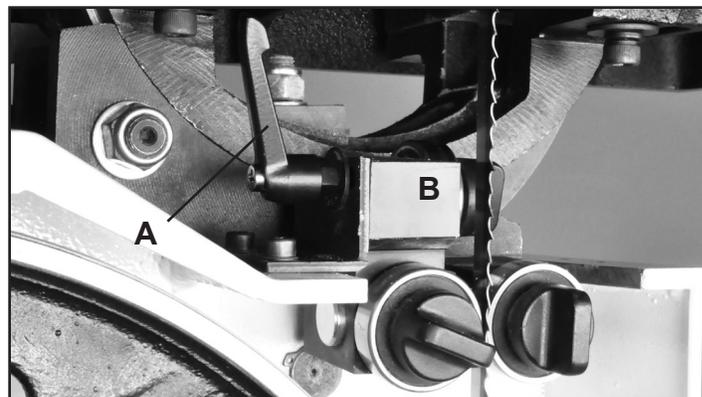

FIGURE 26 REMARQUE : Garde-lame retiré à des fins de photo
2. Les guides doivent être à peu près à 1/16" derrière les gorges de la lame de scie. S'ils doivent être déplacés, desserrez le Manette de levier (#46E, Fig. 26, A), située à gauche du Bloc de guide inférieur (#42E, B), et déplacez ce bloc qui maintient les guides afin que les guides soient correctement positionnés derrière les gorges de la lame. Resserrer la manette de levier lorsque c'est fait.